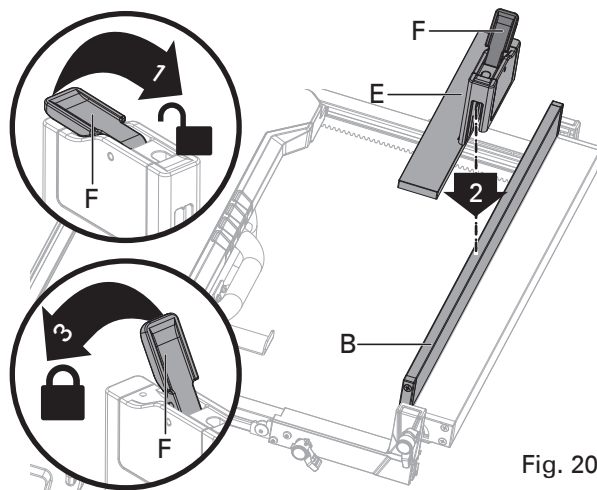

Fig. 20e
- Levante la palanca de bloqueo (F) y alinee la ranura de la unidad secundaria de guía con la guía estrecha (b); a continuación, empuje hacia abajo la unidad secundaria de guía y empuje hacia abajo la palanca de bloqueo (F) para bloquear la unidad secundaria de guía. (Fig. 20e).